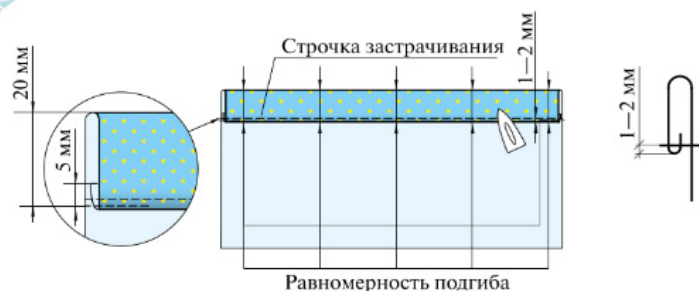

Рис. 6.40. Обработка верхнего среза кармана
2. **Застрочите** на расстоянии 1—2 мм от сгиба (рис. 6.40). Удалите СВН, приутюжьте.